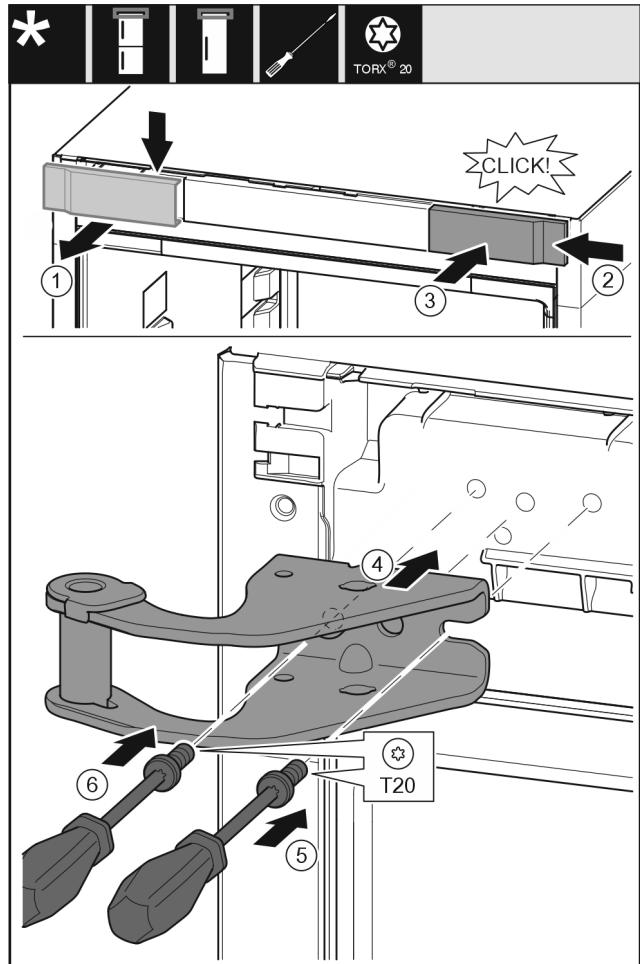

Fig. 33
- Odeberte kryt Fig. 33 (1) shora dopředu.
- Kryt Fig. 33 (2) otočený o 180° zavěste na druhé straně zprava.
- Zaklapněte kryt Fig. 33 (3).
- Nasadte horní stojan ložiska Fig. 33 (4).
- Šroubovákem nasadte šroub Fig. 33 (5) a utáhněte.
- Šroubovákem nasadte šroub Fig. 33 (6) a utáhněte.